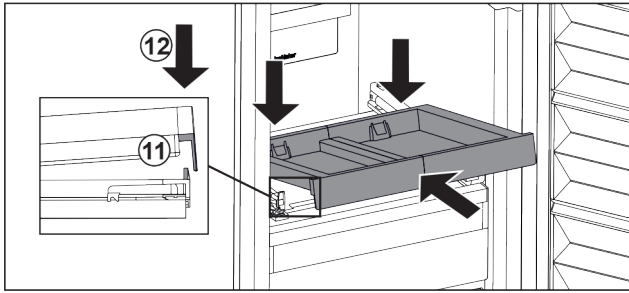

Fig. 122
- ▶ Tolja be ferdén. Ügyeljen arra, hogy az ütköző mindkét oldalon a fül mögé kerüljön. Fig. 122 (11)
- ▶ Helyezze le a kihúzható rács elejét. Fig. 122 (12)